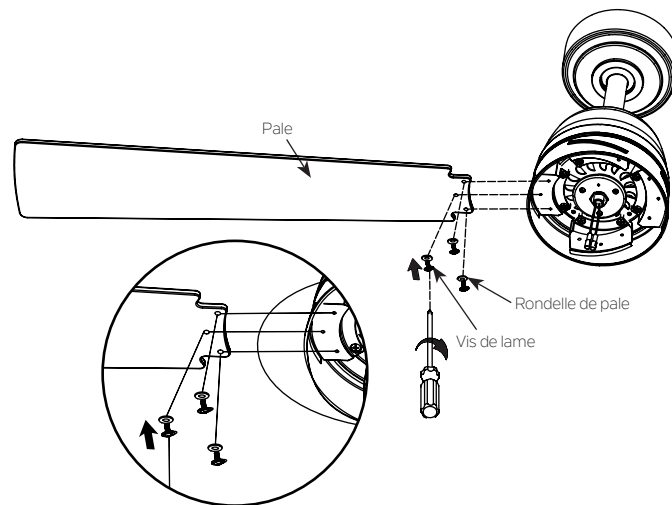

Fig. 18
Étape 1: Installer les 4 pales sur le moteur en utilisant les vis et les rondelles fournies, serrer correctement (Fig 18).